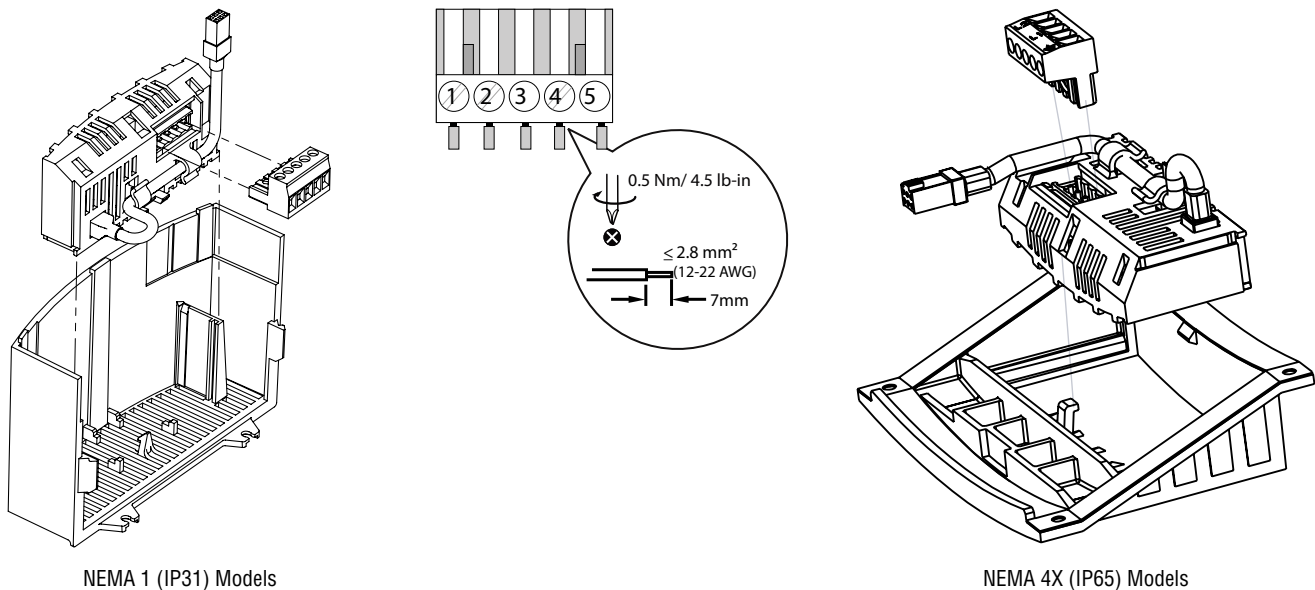

Abbildung 2: Installation des CANopen Kommunikationsmoduls
2. Das CANopen-Optionsmodul in den Klemmenkasten einsetzen und durch "Einklicken" in Position sichern, siehe Abb. 2.